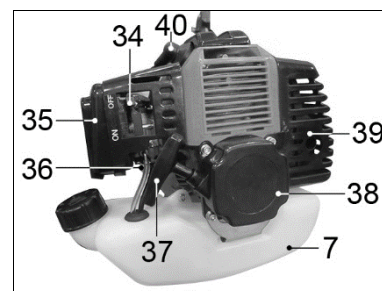

Рисунок 13.
8.3. Замена свечи зажигания (Рис. 13) **ВНИМАНИЕ!** Рекомендуемая свеча зажигания **ВМ6А** или аналогичная.